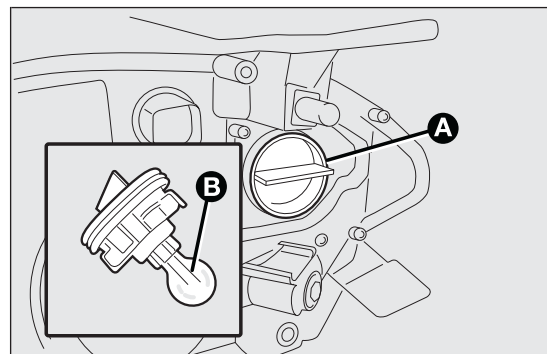

fig. 143
- ☐ extraer la lámpara B fig. 143 y sustituirla;